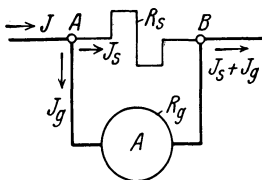

Abb. 19. Strommesser mit Nebenwiderstand.
Sollen mit derartigen Instrumenten für schwache Ströme auch stärkere Ströme gemessen werden, so schaltet man, wie in Abb. 19 dargestellt, parallel zu dem Meßinstrument  $A$  einen Nebenwiderstand  $R_s$  (früher Shunt genannt), durch den der größte Teil ( $J_s$ ) des zu messenden Stromes  $J$  hindurchgeht.
80. Dem  $100 \Omega$  Eigenwiderstand besitzenden Drehspulinstrument, dessen Stromstärke bestimmt ist durch die Gleichung  $J_g = \frac{\alpha}{10000}$ , ist ein Widerstand von  $\frac{100}{999} \left[ \frac{100}{99} \right] \Omega$  parallelgeschaltet. Welcher Strom fließt durch die unverzweigte Leitung, wenn ein Ausschlag von  $100$  [ $130^\circ$ ] vorhanden ist (Schaltung siehe Abb. 19).